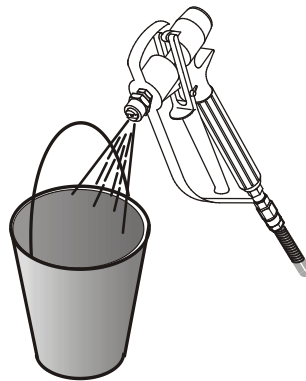

Abb.29
10) Das Produkt, das auf der Deponie austritt, oder die Rückstände während des Waschens sollten **NIEMALS** auf dem Boden verstreut werden, sondern in speziellen Behältern gesammelt und gemäß den örtlichen Vorschriften entsorgt werden (Abb. 29).